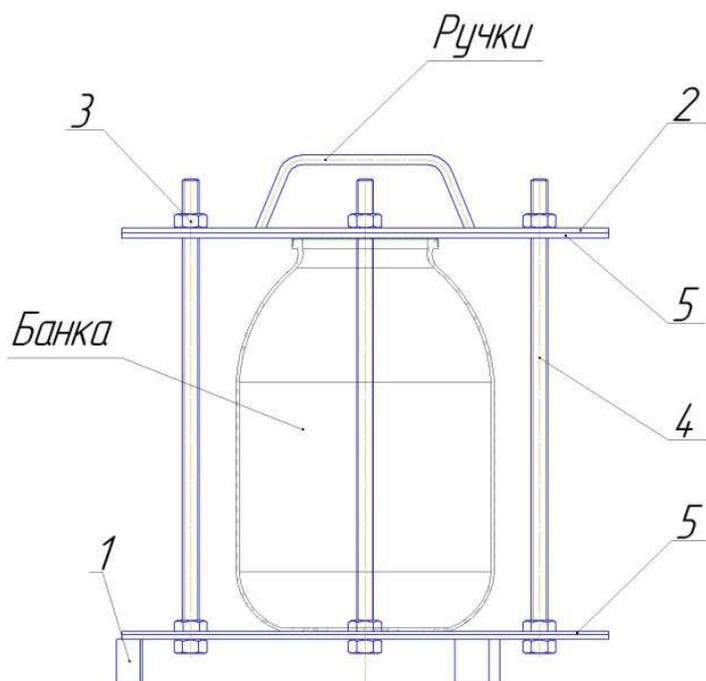

Рисунок 2 - Кассета
- при необходимости вынуть кассету с банками из корпуса автоклава, взявшись двумя руками за ручки крышки 2 (рис. 2) (предварительно слив воду);
Установить в кассету подготовленное количество банок с закатанными продуктами согласно таблице 2.2. (где показана максимальная вместимость) и надежно зафиксировать банки в кассете с помощью зажимных гаек 3 (рис. 2), затягивая их крест-накрест ключом с лёгким усилием.
При установке банок в два слоя, банки верхнего слоя устанавливаются непосредственно на банки нижнего слоя без резиновой прокладки 5 (рис.2). Банки должны располагаться как можно ближе к шпилькам. Банки должны иметь одинаковую высоту. Проверить надёжность крепления
3.21. **После остывания банок до комнатной температуры** открутить гайки 3 (рис. 2), снять крышку 2, вынуть банки с консервируемой продукцией и проверить состояние крышек, банок и прочность закатки.